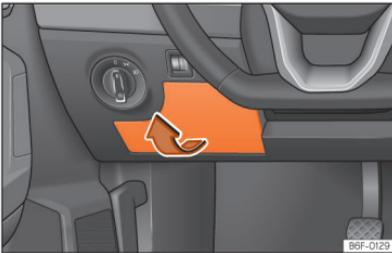

Abb. 160 Auf der Fahrerseite in der Instrumententafel: Abdeckung des Sicherungskastens.
- **Öffnen:** Die Abdeckung des Sicherungskastens in Pfeilrichtung abnehmen >>> (Abb. 160).